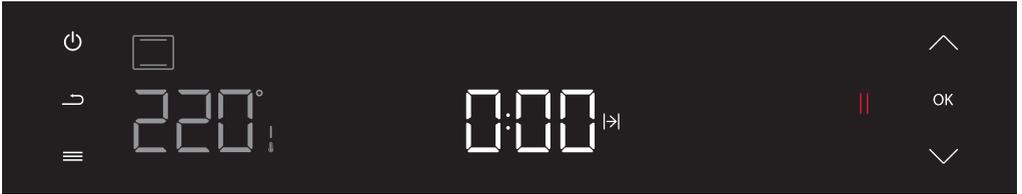

Abbildung 19
4. Nach Drücken der Freigabetaste (OK) wechselt die Anzeige der aktiven Einstellung zur Zeitanzeige. (siehe Abbildung 19) Die gewünschte Garzeit wird innerhalb der angegebenen Grenzen durch Drücken der Aufwärts- (▲) oder (▼) Abwärts-Tasten